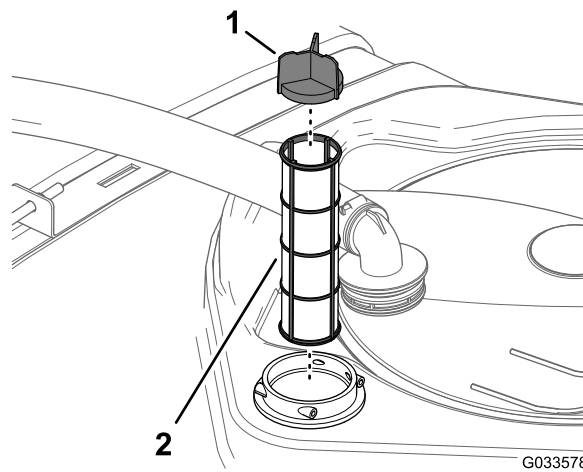

Figura 59
4. Retire o filtro de sucção antigo da estrutura do filtro no depósito (Figura 59).